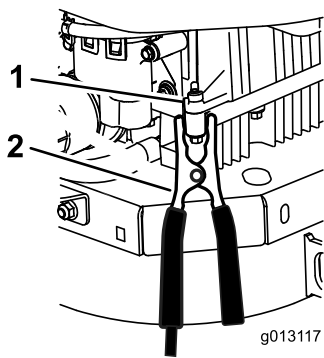

図 50
- 最後の接続を、救援される側のエンジンブロックに行くバッテリーのマイナス端子ではなく、この状態で、バッテリーからはなれる 図 50。